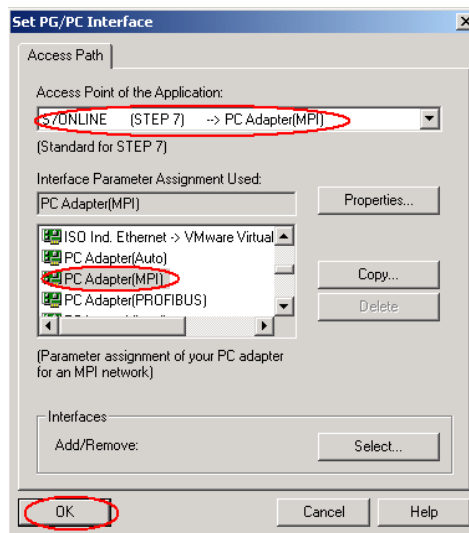

图 2.2.5
5. 点击属性窗口中的“OK”按钮来保存并关闭属性窗口，然后点击 Setting PG/PC Interface 设置窗口中的“OK”按钮来确保建立应用程序访问点 S7ONLINE (STEP 7) 与设备 PC Adapter(MPI) 的关联，如图 2.2.5 所示。